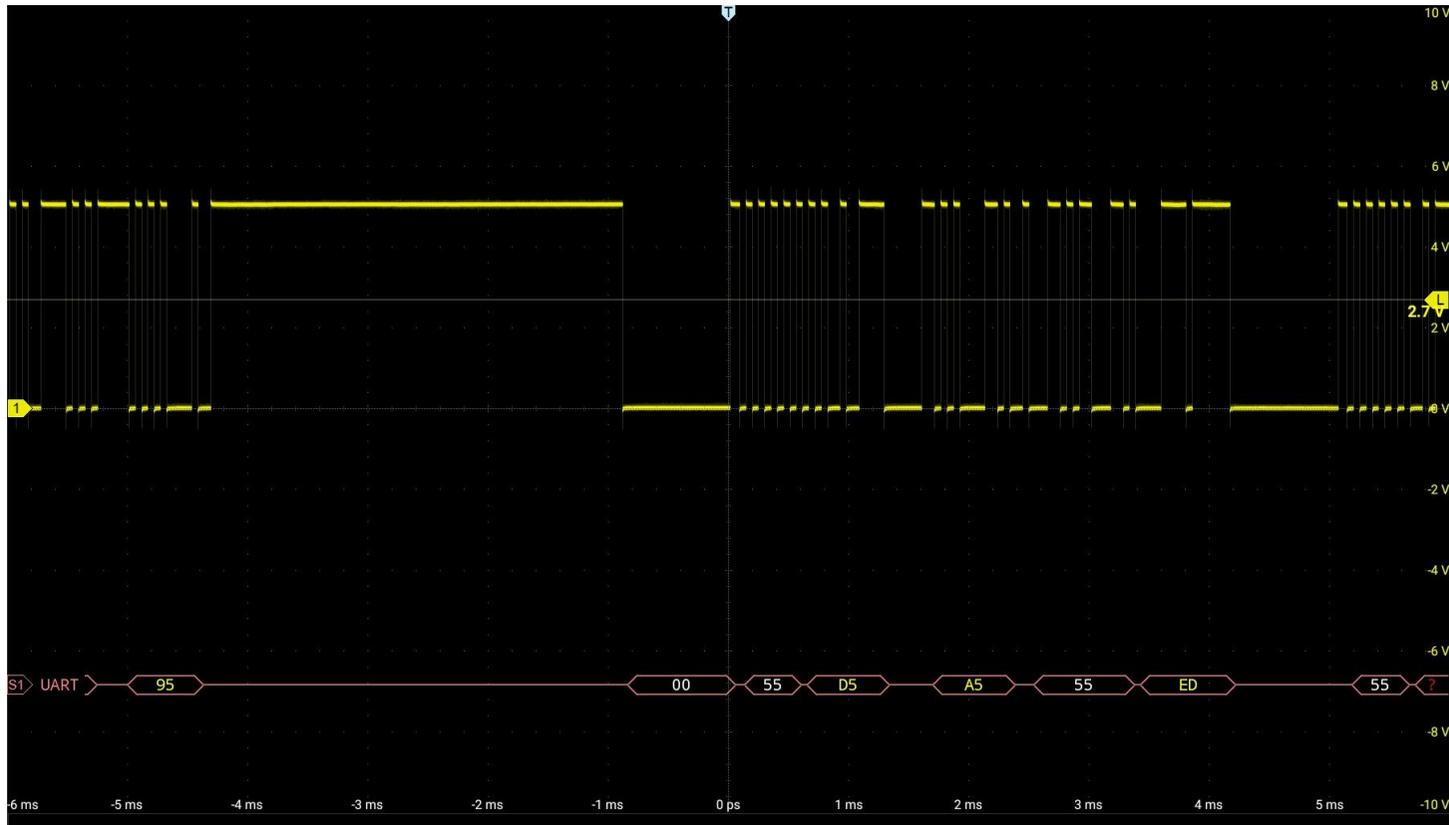

图 12-7 UART 解码阈值电平调节
- (1) 轻点 S1 打开解码通道，向左轻扫 S1 打开总线配置菜单；
- (2) 选择总线类型为“UART”，依次点选“Ch1”，“空闲高”，“校验无”，“8bit”，“9.6kb/s”，显示“十六进制”，然后关闭菜单；
- (3) 打开触发方式设置菜单，点选“数据”，条件设为“=”，数据内容手动输入00，按“enter”确定；
- (4) 根据信号的幅值电平调节阈值电平使信号稳定触发。UART 触发图形界面见图 12-7：